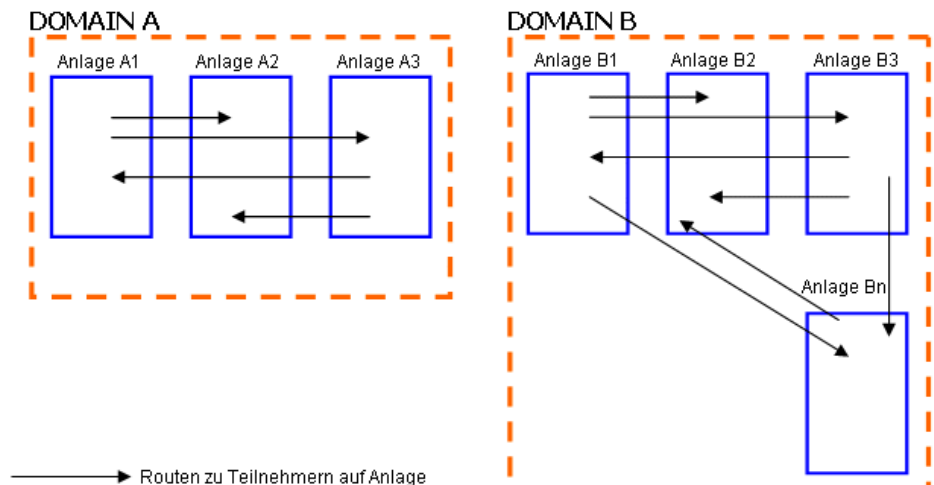

Figure 99: Domain-, Anlagen- und Routing-Konzept
- 4) Klicken Sie auf Backup, um die Parameter für diese Backup-Prozedur zu vereinbaren (siehe Bild 99). Weitere Informationen und Anleitungen finden Sie in der Online-Hilfe.